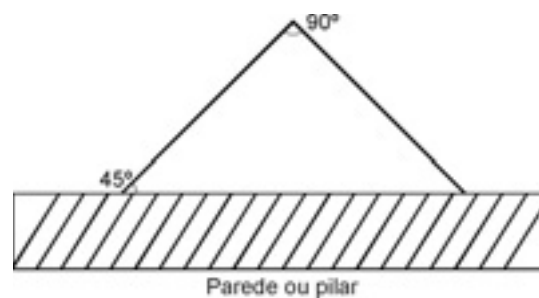

Figura 1 – Instalação de placa angular
6.5.5 As placas utilizadas na sinalização podem ser do tipo plana ou angular; quando angular, devem seguir as especificações conforme demonstrado na Figura 1, abaixo: